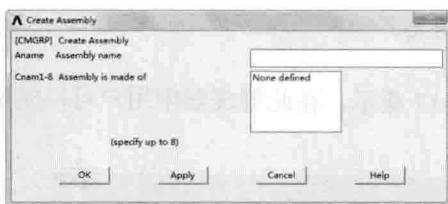

图 1-11 创建部件对话框
- Create Assembly——创建部件。单击之后会弹出创建部件对话框，如图 1-11 所示。